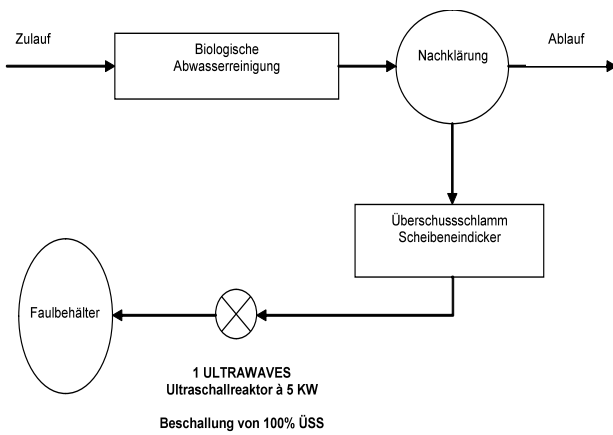

Abb. 1: Einbindung des Ultraschallreaktors in den Schlammbehandlungsprozess
- Behandlung der gesamten eingedickten Überschussschlammmenge mit 1 ULTRAWAVES Ultraschallreaktor à 5 kW Dauerleistung (Abb. 1)